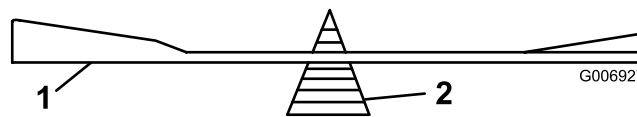

Figure 31
2. Vérifiez l'équilibre de chaque lame en la plaçant sur un équilibreur (Figure 31). Si la lame reste horizontale, elle est équilibrée et peut être utilisée. Si la lame est déséquilibrée, limez un peu le dos de la lame. Répétez la procédure jusqu'à ce que la lame soit équilibrée.